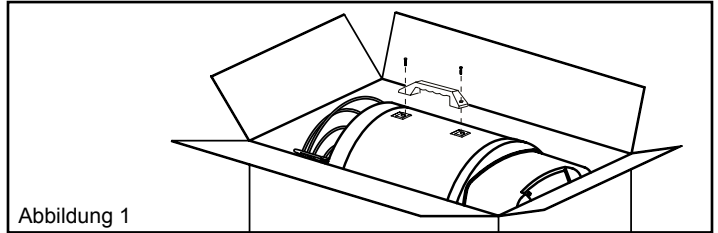

Abbildung 1
1. Den Handgriff befestigen, indem die Grifflöcher auf die Löcher im oberen Gehäuse des Heizgeräts ausgerichtet werden (siehe Abb. 1).